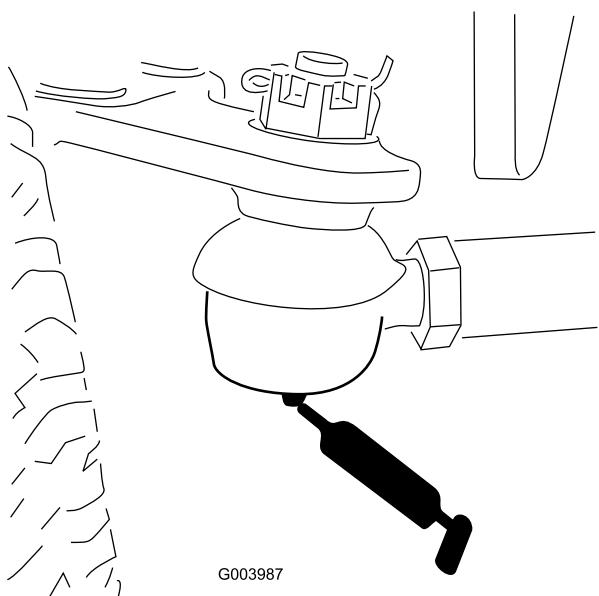

Figura 48
- Tirante del ponte posteriore (2) (Figura 48)